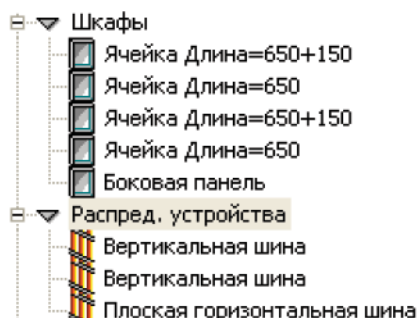
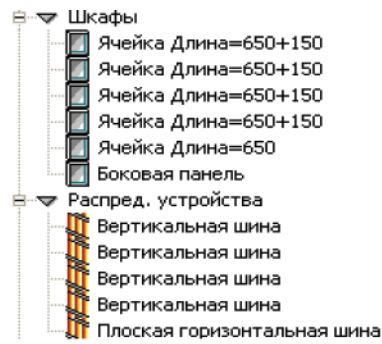

Рис. 113
Рис. 114
29) Выбираем один из предложенных вариантов (рис. 112) и нажимаем кнопку “Подтвердить”. Задаем количество фаз для силовых шин и в результате программа (автоматически) подбирает нам 4-ре ячейки (2-ве из которых имеют кабельный канал для установки шин Linergy) + 2-ва комплекта вертикальных шины и 1-ин горизонтальных шин Linergy (все держатели и аксессуары к ним). При этом выбранные ячейки помещаются в раздел “Шкафы”, а выбранные комплекты шин в раздел “Распред. устройства” (рис. 113).
30) В нашем случае (т.к. применяется схема секционирования) необходимо подкорректировать выданный список щитов (см. рис. 113). Расширяем ячейку длиной 650мм до ячейки 650+150мм. Добавляем еще одну ячейку 650+150мм и 2-ва комплекта вертикальных шин (рис. 114).